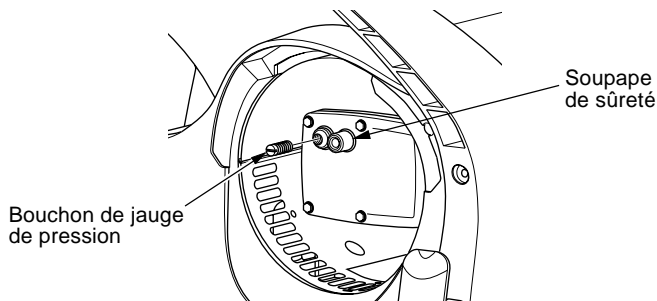

Figure 9 - Enlèvement du bouchon de jauge de pression
2. Retirez le bouchon de jauge de pression du couvercle de filtre (voir Figure 9).